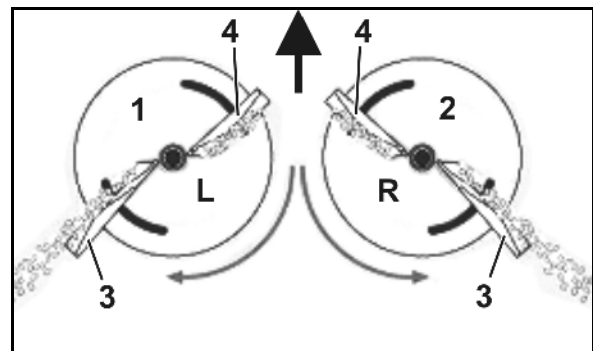

Fig. 28
- venstre spredeskive (Fig. 28/1) merket **L**.
- høyre spredeskive (Fig. 28/2) merket **R**.
- **Lang** (Fig. 28/3) – Innstillingsskala med verdier fra 35 til 55.
- **Kort** (Fig. 28/4) – Innstillingsskala med verdier fra 5 til 28.